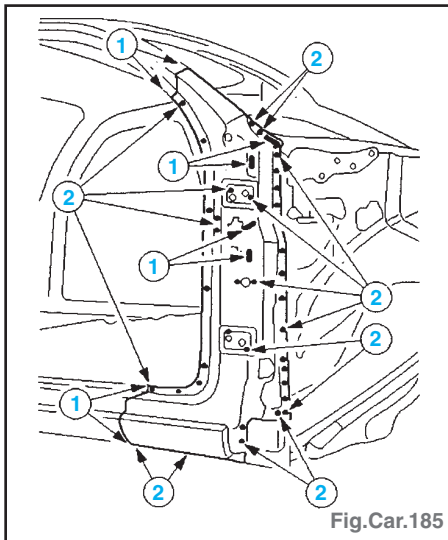

Fig.Car.185
- Souder en cordon continu sous gaz protecteur (1) et par bouchonnage (2) (Fig.Car.185).